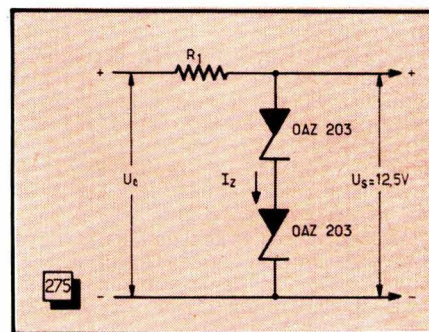

Fig. 275. — Avec deux diodes OAZ 203 en série on dispose d'une tension stabilisée de l'ordre de 12,5 V.
disposons que de deux OAZ 203 dont la tension Zener nominale à $I_z = 20$ mA, est de 6,4 V. Ces diodes admettent un courant I_z maximal de 50 mA, ce qui nous donne, d'après (101) un courant I_z de fonctionnement de quelque 40 mA (fig. 275).
Avec d'autres types de diodes l'avantage peut être encore plus spectaculaire. Quant au calcul de la résistance R_e (fig. 275) et de la tension U_s nécessaire, on procède exactement comme s'il ne s'agissait que d'une seule diode.